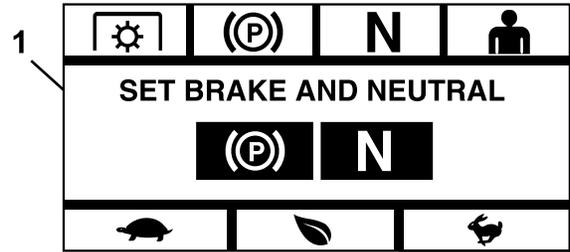

Figure 14
**Remarque:** Si vous desserrez le frein de stationnement ou si les leviers de commande de déplacement quittent la position de VERROUILLAGE AU POINT MORT, à quelque moment que ce soit, le processus est annulé et le système vous demande de serrer le frein de stationnement et d'amener les leviers de commande à la position de VERROUILLAGE AU POINT MORT (Figure 14).